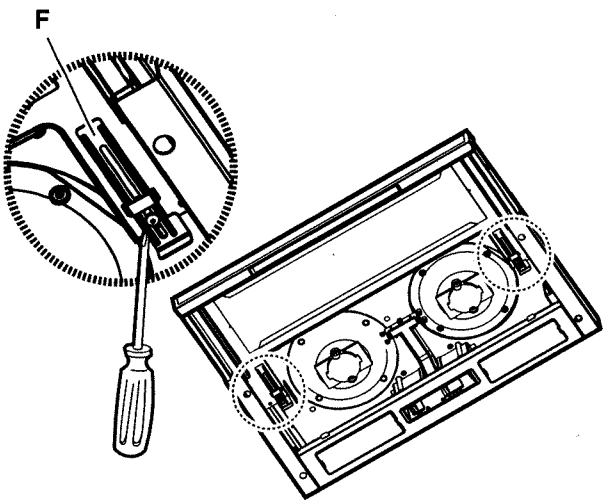

Fig. 5 - Abb. 5 - Afb. 5
- Den Lauf des ausziehbaren Fachs durch Einstellen der zwei Anschläge **F** nach der Tiefe des Hängeschrankes ausrichten (Abb. 5). Auf diese Weise ist es möglich, die Stirnseite auf Kante mit dem Hängeschrank zu setzen (Abb. 5).
8. Regulate the gliding of the extractable drawer in relation to the depth of the wall cabinet by acting on the two skirting boards **F** (Fig. 5).
In this way it will be possible to place the front in line with the wall cabinet (Fig. 5).